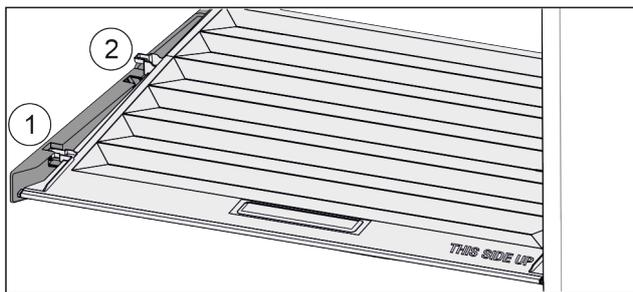

Fig. 109
- Tirare in avanti il coperchio fino all'apertura nei fermi Fig. 109 (1).
- Sollevare posteriormente dal basso e togliere verso l'alto Fig. 109 (2).